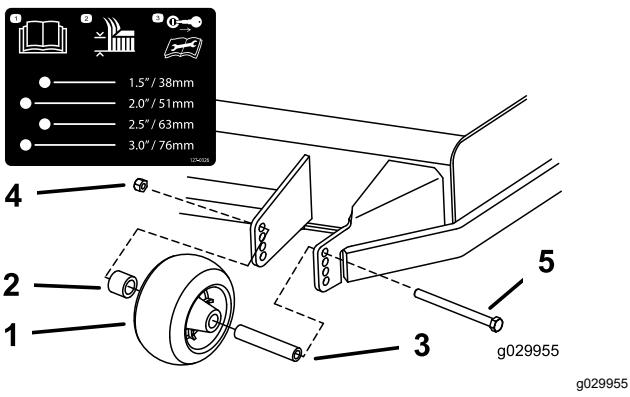
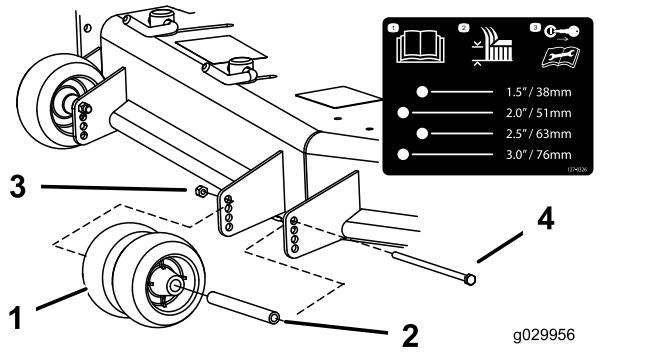
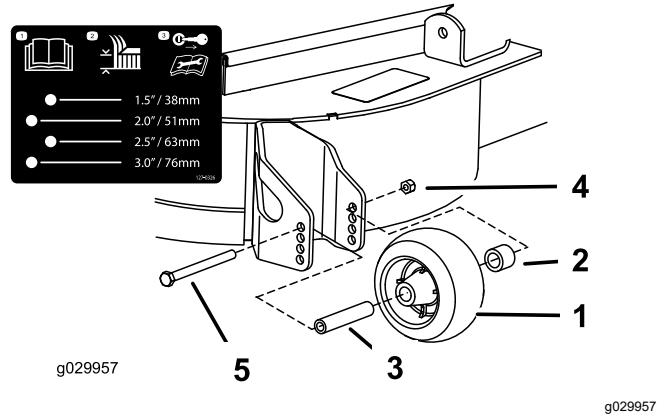

Figura 27
Figura 28
Figura 29
3. Ajuste los rodillos protectores del césped según se muestra en Figura 27, Figura 28 y Figura 29.